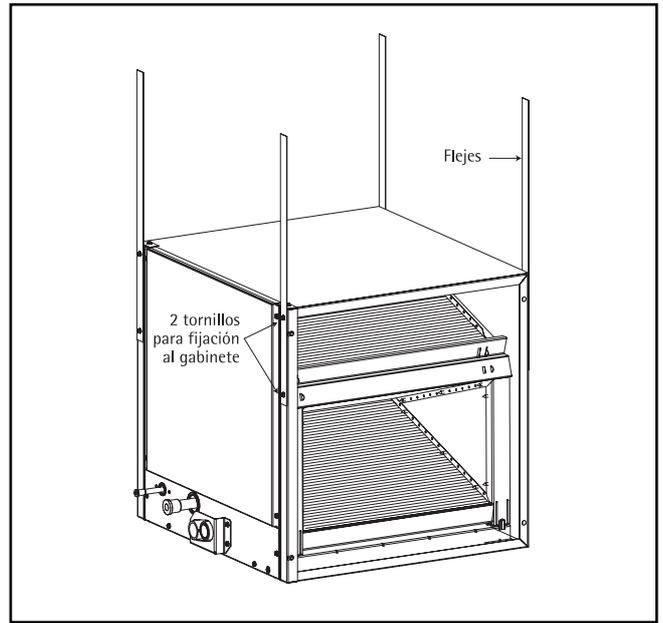

Fig. 6 – Suspensión de la EVRHP Mediante Flejes
2. Fije los flejes a las cuatro esquinas del gabinete de la serpentina. (Ver Fig. 6).